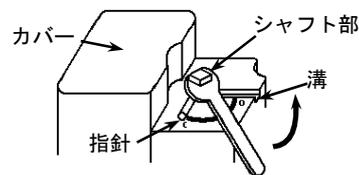

図11 手動開閉操作
- (1) 電源を切ります。
- (2) 『図11 手動開閉操作』に示すカバー上部に突起したシャフト部をスパナなどで、ゆっくりと、反時計回りに約90度(表示：C→O)回します。(回転トルク：約 $2.3\text{N}\cdot\text{m}$ )バルブが開状態になります。
- (3) シャフトの指針をカバー表面の溝に落とし込みます。全開状態を保持します。
- (4) 電源を入れます。自動的に開保持状態が解除されます。